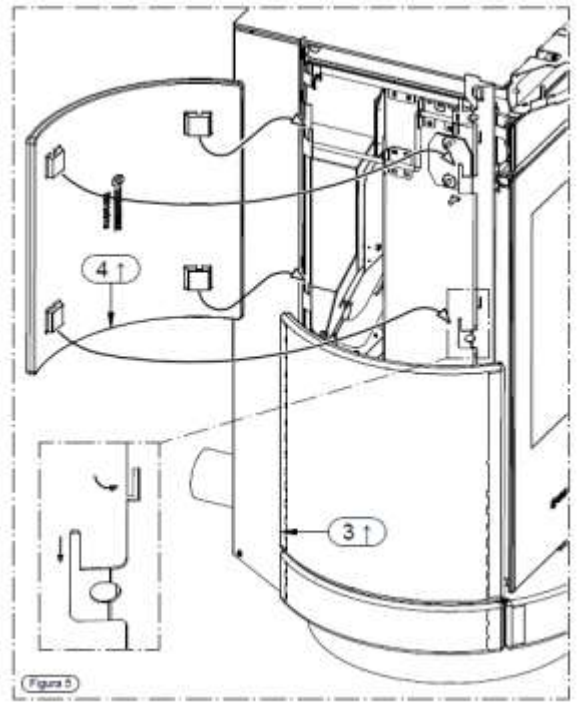

Figure 5
- 次にタイル (3) (4) を同様に取り付けます。(下図 5 参照)
- メタルカラーのサイドパネル (3) を下図5に示すフックにはめ込んで固定して下さい。
- コントロールパネルをずらして下さい。(図5)